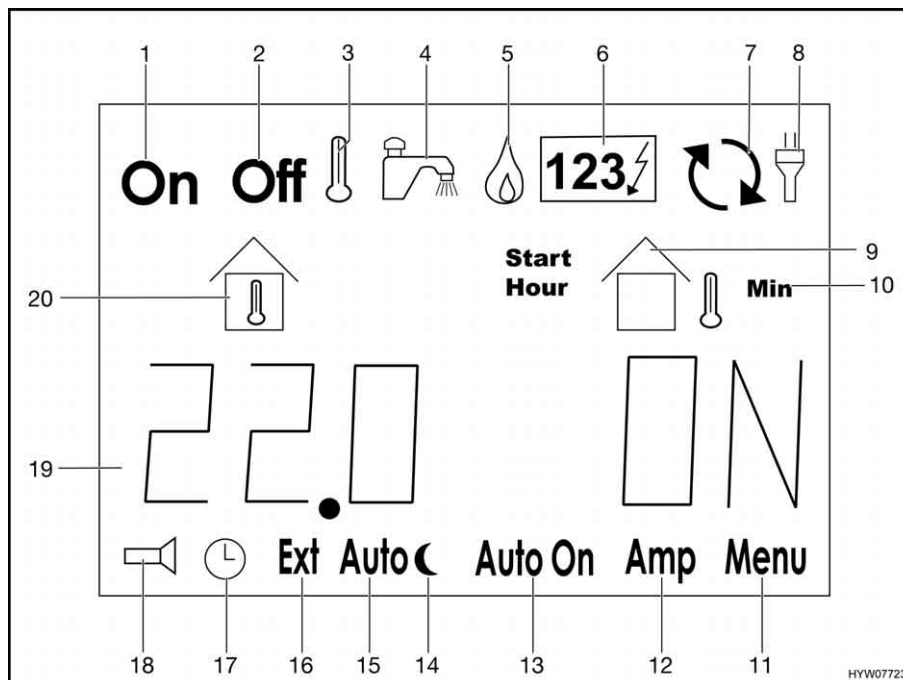

Fig. 94 Indicazioni sul display LCD
Nella riga informativa (Fig. 94,19) vengono indicati in forma testuale dati sulle temperature, tempi e stati di funzionamento oltre che alle segnalazioni di errore.
- Premere il tasto "▷" (Fig. 93,4) finché il simbolo  (Fig. 94,5) lampeggia.
- Premere il tasto "▷" (Fig. 93,4) finché il simbolo  (Fig. 94,6) lampeggia.
- Premere il tasto "▷" (Fig. 93,4). Il simbolo "Off" (Fig. 94,2) lampeggia.
- Premere il tasto "+/On" (Fig. 93,3). Il simbolo "On" (Fig. 94,1) lampeggia. Il riscaldamento si avvia automaticamente.
- Premere il tasto "▷" (Fig. 93,4). Il simbolo "On" (Fig. 94,1) lampeggia.
- Premere il tasto "-/Off" (Fig. 93,5). Il simbolo "Off" (Fig. 94,2) lampeggia. Il riscaldamento si spegne.